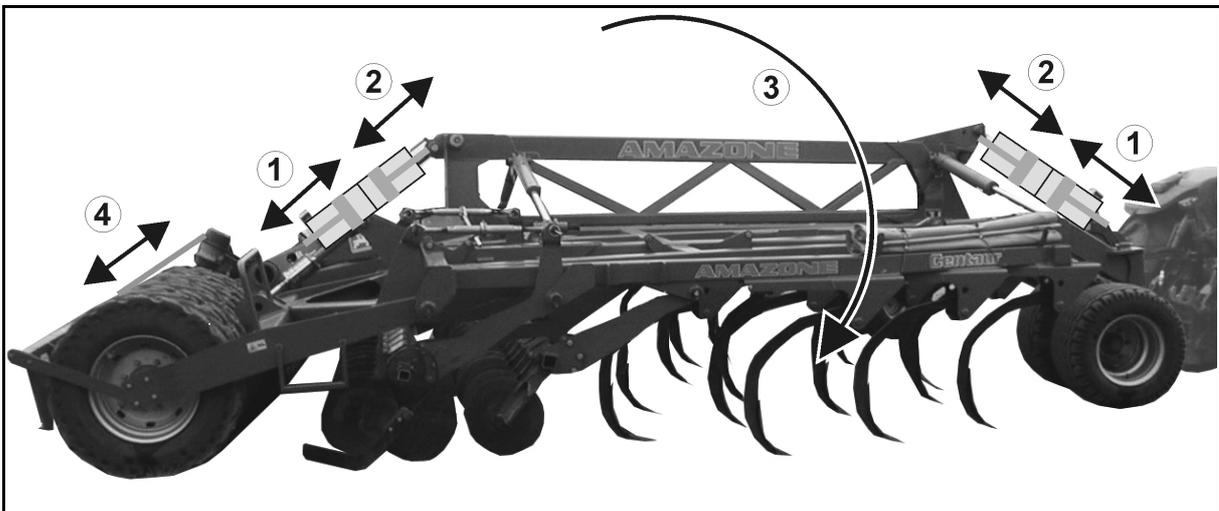

Fig. 50
→ Maschine komplett anheben (Fig. 50/1).
→ Maschine vollständig ausklappen (Fig. 50/3).
Traktor-Steuergerät 2 so lange betätigen bis obere Hydraulikzylinder (Fig. 50/2) an Deichsel und Fahrwerk vollständig ausgefahren sind.
- Maschine komplett anheben (Fig. 50/2).
- Mittelwalze absenken (Fig. 50/4).
→ Maschine komplett absenken (Fig. 50/1).